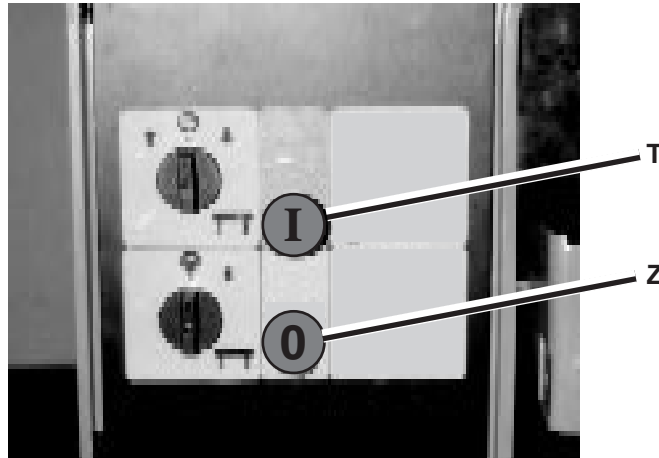

Fig. 3.1.1
T) Pulsante di avviamento diretto ~~USA~~ ~~CDN~~ Fig. 3.1.1
T) Start-up button (Fig. 3.1.1)
Z) Stop button (Fig. 3.1.1)
T) Pulsador de arranque directo (Fig. 3.1.1)
Z) Pulsador de parada máquina (Fig. 3.1.1)
T) Botão de partida de la máquina (Fig. 3.1.1)
Z) Botão de paragem de la máquina (Fig. 3.1.1)